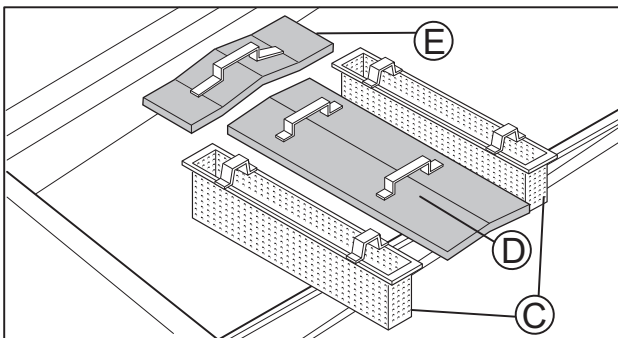

Figure 23 Filtres de cuve
- Déposer les filtres de cuve "C" - "D" - "E" (Figure 23).